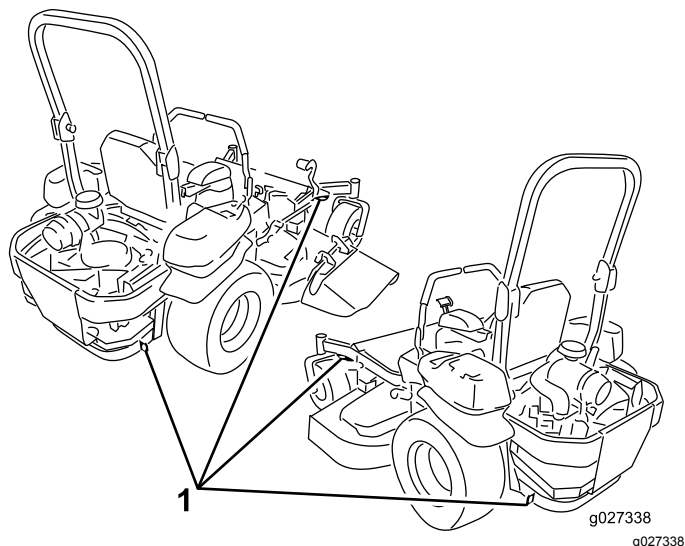

Figura 34
5. Utilice los puntos de amarre metálicos de la máquina para sujetar la máquina firmemente al remolque o al camión con correas, cadenas, cables o cuerdas (Figura 34).